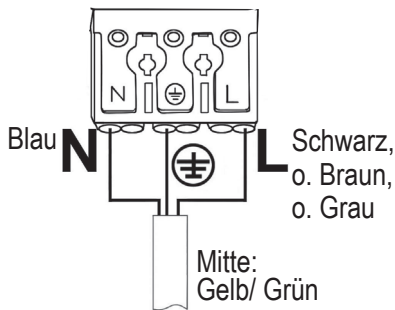

Bild 3
4. **Bild 3:** Die stromlose Zuleitung lt. gesetzlicher Richtlinie vorbereiten. Das Kabel lt. Kennzeichnung anschließen.